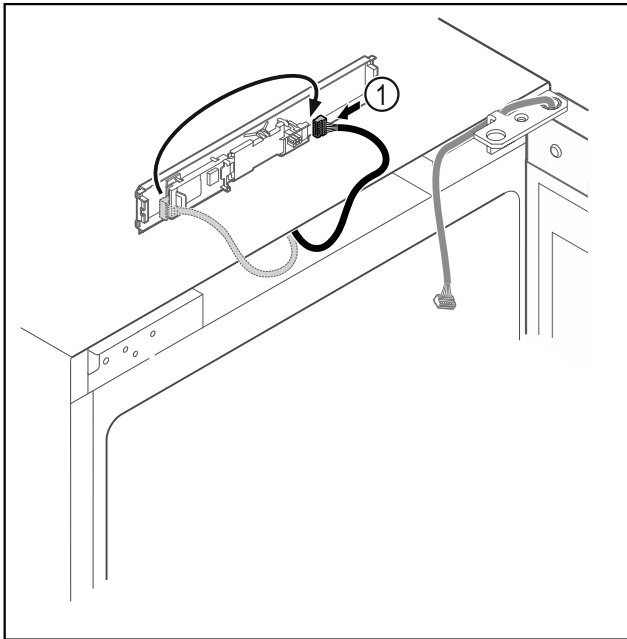

Fig. 20
- ▶ Переставьте штекер Fig. 20 (1) на панели.